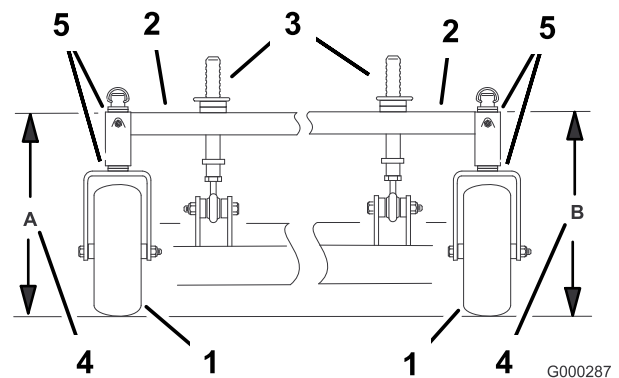

Figure 81
4. Mesurez la hauteur du bâti porteur au point **A** (Figure 81).
5. Mesurez la hauteur du bâti porteur au point **B** (Figure 81).